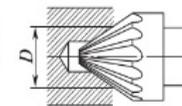

Рис. 5.29. Зенкование отверстия
4. Для получения в отверстии фаски применяют многолезвийный инструмент — коническую зенковку (рис. 5.29).